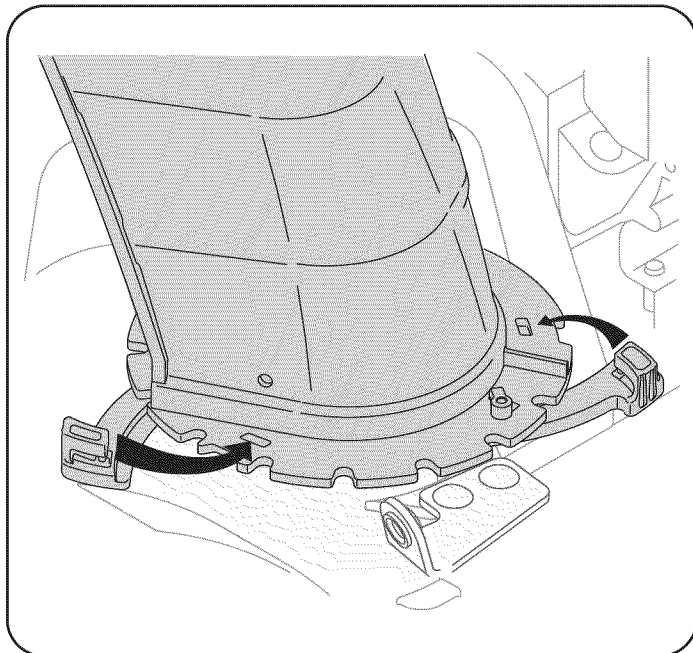

Figura 5
6. Cierre los fijadores de la brida para asegurar el montaje del canal a la base del canal. Vea la Figura 5. Los fijadores de la brida emiten un chasquido cuando están bien asegurados.